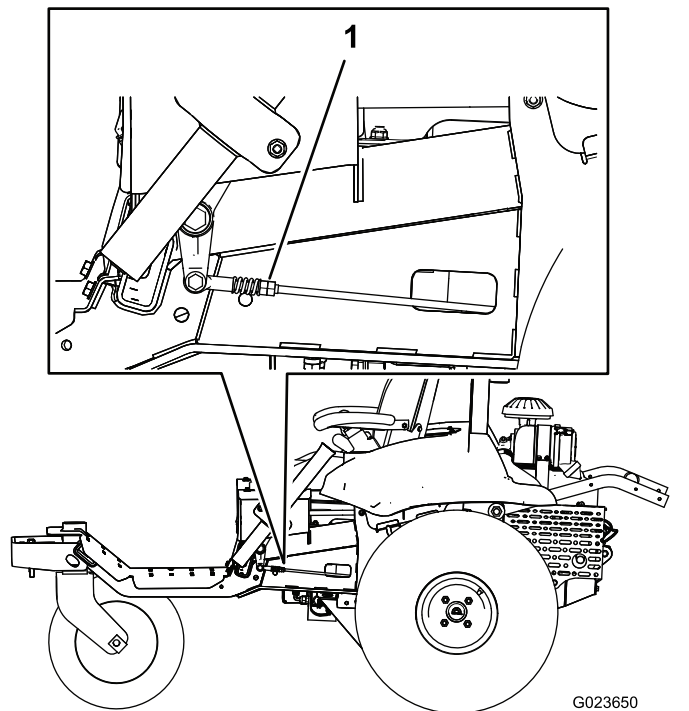

図 61
7. 機体の左右どちらかの側の、リンクについているダブルナットをゆっくりと回転させる 図 61。その側の車輪が回転を始めたら、こんどは車輪が逆方向に回転を始めるまでダブルナットを反対方向にゆっくりと回す。